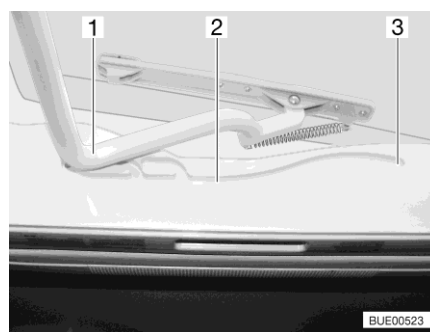

Fig. 88 Guida (oblò Heki)
- Tirare la staffa (Fig. 88,1) nelle guide (Fig. 88,2) fino alla posizione più all'indietro (Fig. 88,3).
- Spingere la staffa (Fig. 88,1) leggermente verso l'alto con ambedue le mani.
- Tirare la staffa nelle guide (Fig. 88,2) fino alla posizione desiderata.